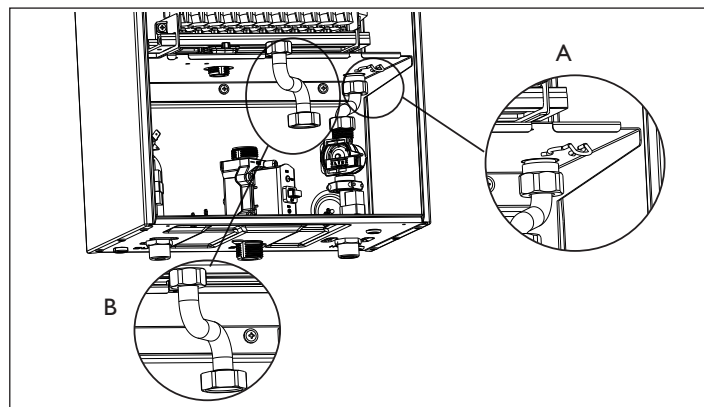

Fig. 13 - Smontaggio componenti
- Sfilare la molletta posizionata sulla rampa acqua fredda (particolare A fig. 13)
- Scollegare la rampa del gas e sfilarla (particolare B fig. 13)